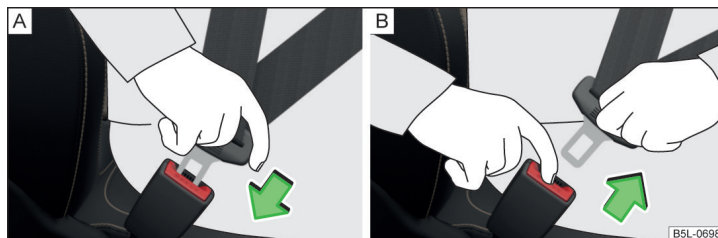

Fig. 18 Fixarea sau desfacerea centurii de siguranță
- Introduceți clema de fixare în catarama aferentă a centurii de siguranță » fig. 18 - [A] până când se fixează cu un declic.
- Prindeți clema de fixare și apăsați tasta de culoare roșie de pe catarama centurii » fig. 18 - [B], clema de fixare sare în exterior.